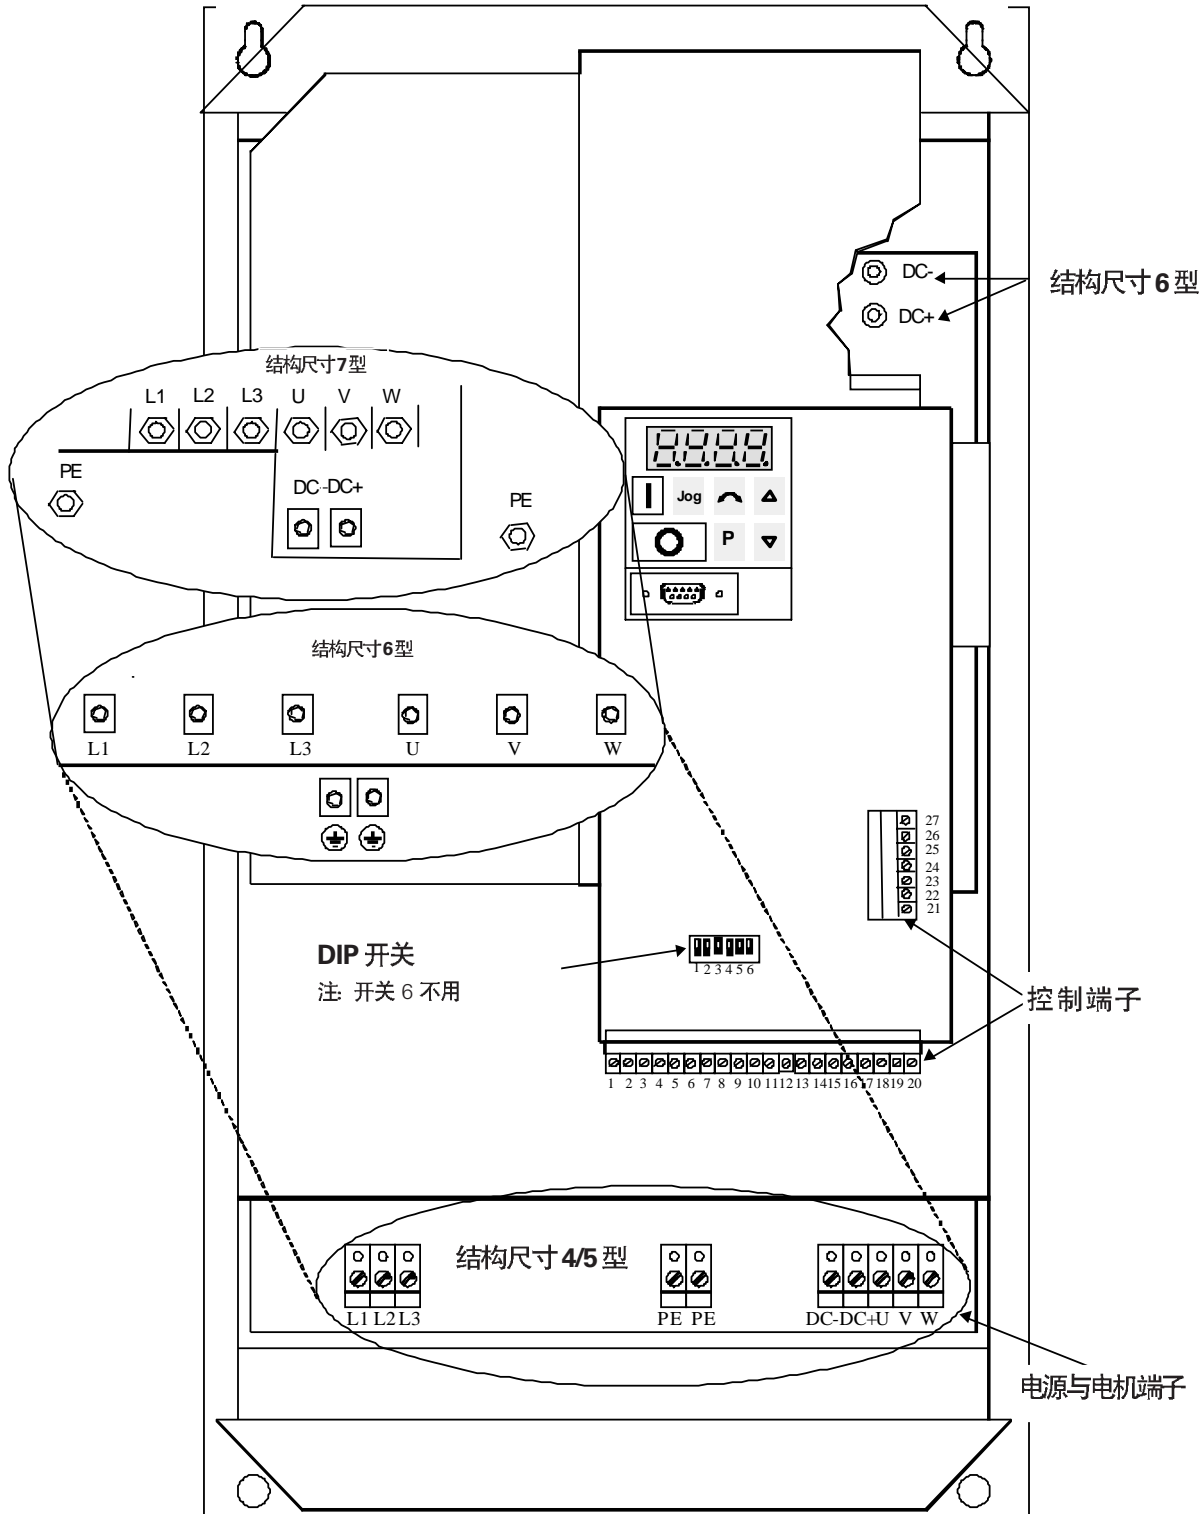
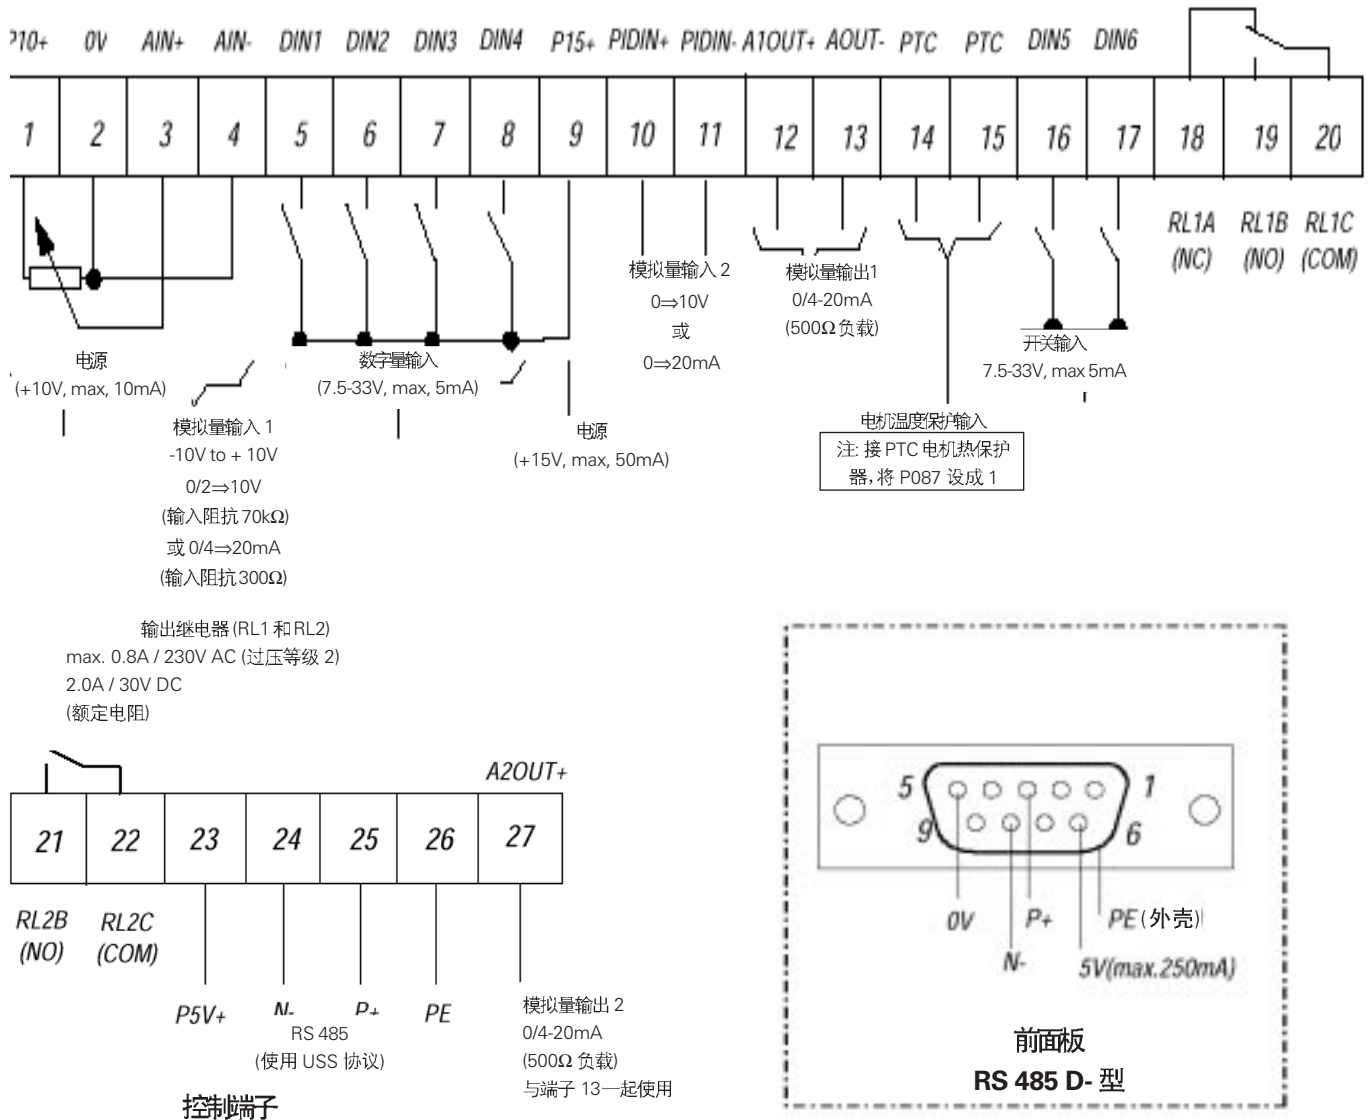
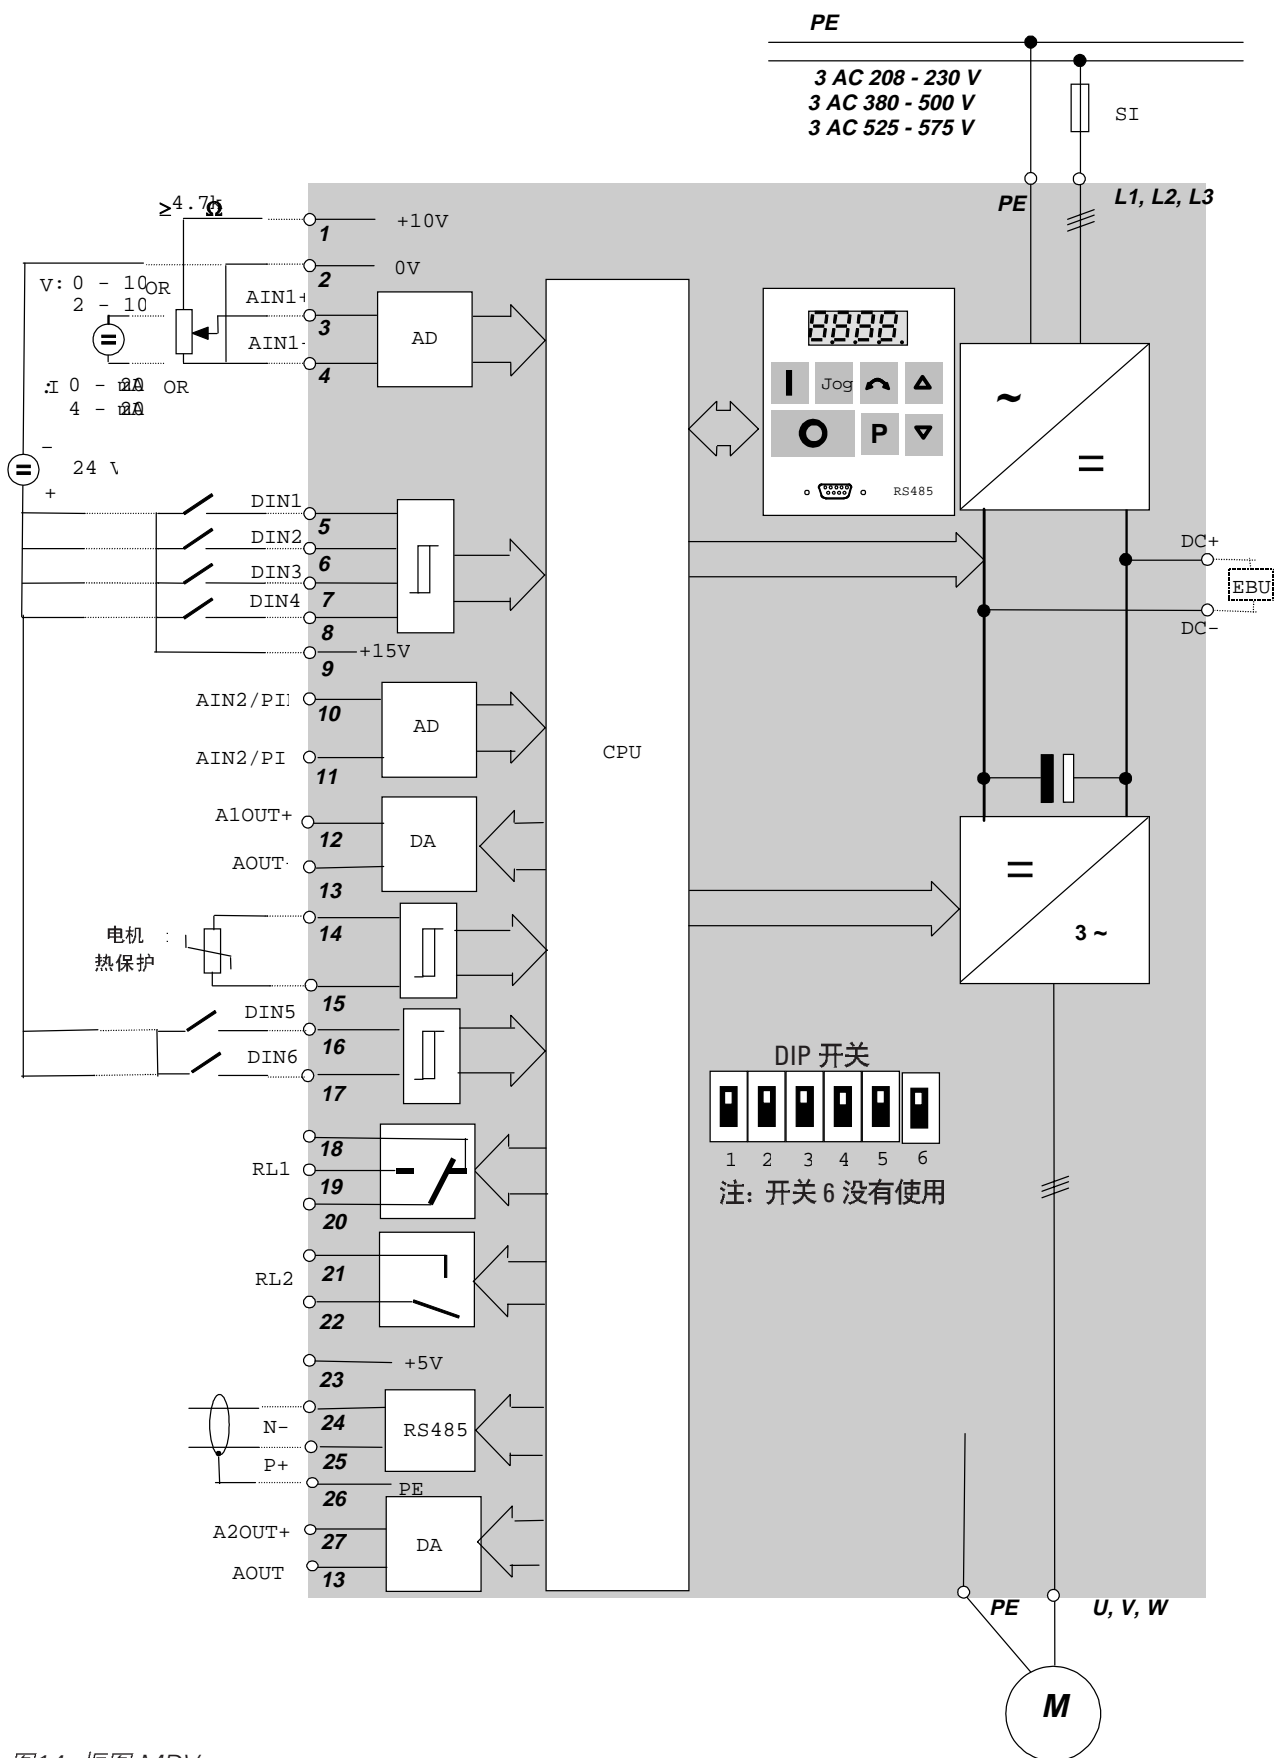

图11: MDV 的连接器
图 12: 控制线连接 - MDV
图14: 框图-MDV
MIDIMASTER Vector 的电气连接端子如图 11 所示。
2. 输入电源要连接到 L1, L2, L3 (3 相), 并将接地端子接地 (PE), (如图 11 所示), 使用 4 芯电缆及相应的接线头, 每种导线的截面规格参见第 8 节。
3. 可用 4 芯电缆及相应的接线头将电机连接到电机端子 U, V, W 和接地端子 (PE) (如图 11 所示)。
MIDIMASTER Vector 的控制线连接是通过两个端子排完成的,其位置如图 11 所示。每个端子排由两部分构成。含有螺钉端子部分在接线之前可以从端子座上拔下,当接完线以后(如图 12, 14 所示),端子排必须被牢固地插入座中。
- 对于 4, 5 和 6 型机,要取下前盖板(参见图 11)。
- 对于 7 型机:要打开下部前盖板(参见图 11)。
- (1) 用一个简单的启/停开关将端子 9 和 5 连接起来, 这样变频器设定为顺时针旋转运行。(出厂设定状态)。
- (2) 按图 6 和图 8 (MMV) (或图 12 和图 14 (MDV)) 所示将一个 4.7k Ω 的电位器连接到控制端子, 或将端子 2 (OV) 和端子 4 连接上, 并将一个 0-10V 信号连在端子 2(OV) 与端子 3(AIN+) 之间。